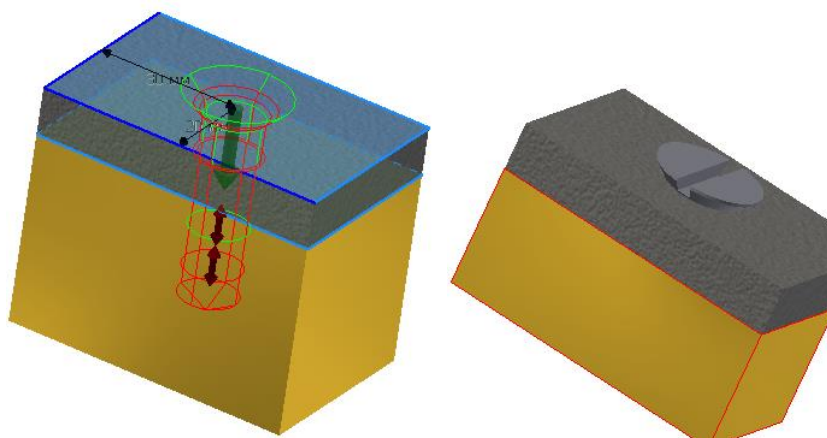

Рис. 3.91. Завершенная модель соединения
9. Нажмите кнопку «*Применить*» (рис. 3.91).